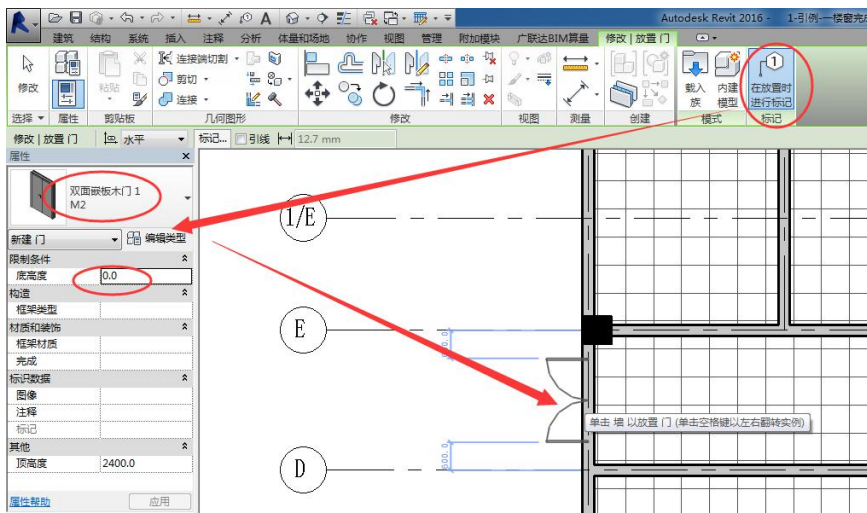
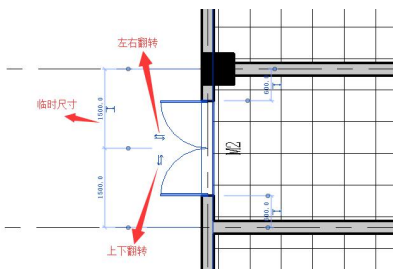

图 6-5 创建门
图 6-6 门位置修改
• 点击“建筑”选项卡“构建”面板“门”工具，确保上下文选项卡“标记”面板中“在放置时进行标记”处于被选择状态，属性面板“类型选择器”中选择“双面镶板木门 1 M2”，点击 1 轴、E 轴 D 轴墙体进行门放置（图 6-5）。按 ESC 键退出创建门命令，选择门点击翻转箭头可实现内外或上下翻转，点击蓝色临时尺寸可修改门位置（图 6-6）。